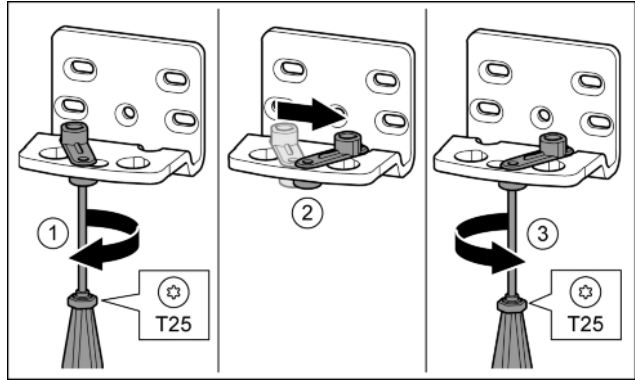

Fig. 12
- Schroef met de schroevendraaier T25 los draaien. Fig. 12 (1)
- Deursluthulp optillen en 90° naar rechts in de opening draaien. Fig. 12 (2)
- Schroef met schroevendraaier T25 vastschroeven. Fig. 12 (3)